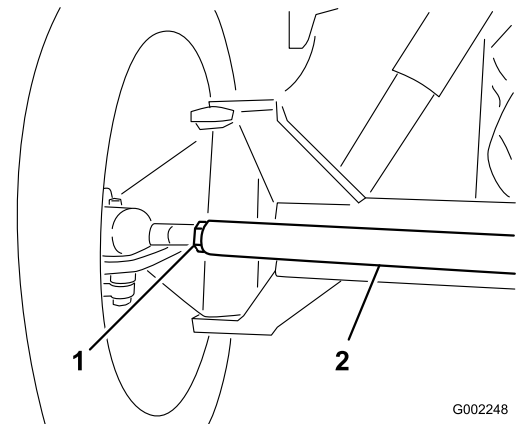

图52
3. 如果测量值超出规定的范围、请松开横拉杆两端的锁紧螺母（图52）。